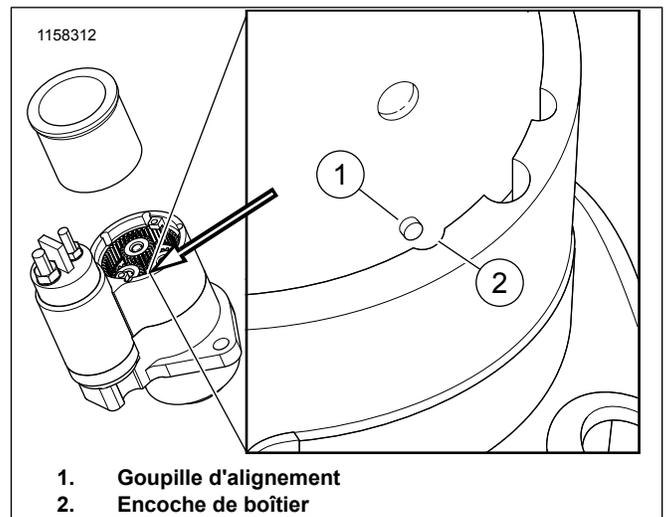

Figure 5. Vérification de l'alignement de l'aimant
12. Figure 5 Poser l'aimant dans le boîtier d'engrenage/solénoïde. Vérifier si la goupille d'alignement (1) et l'encoche du boîtier (2) sont bien alignées.